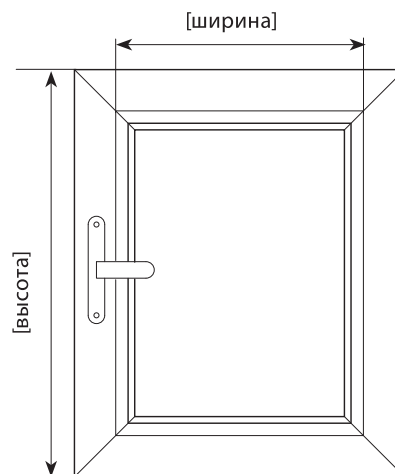

Рис.2. Замер при установке на раму окна
**При установке жалюзи на раму окна ПВХ** замеряется высота рамы окна [Высота] и ширина по штапику (см. рис.2).